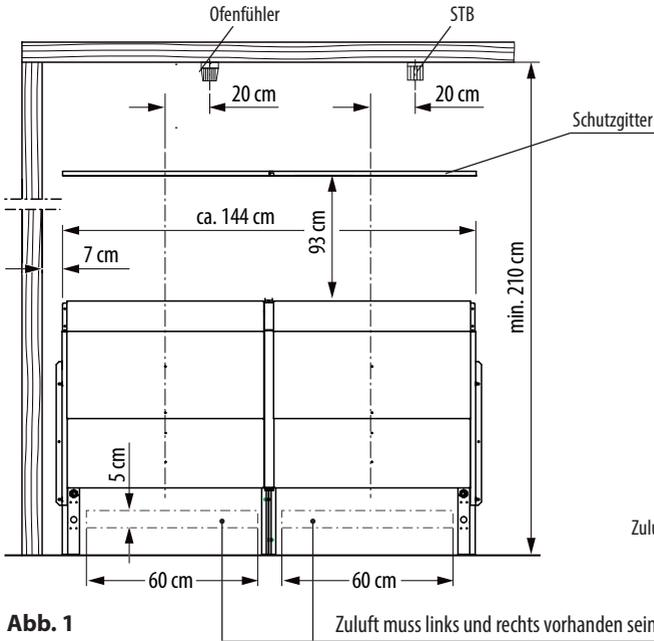

Abb. 1
Mindestmaß der Be- und Entlüftung	2x 60 x 5 cm (Abb. 1)
Die Mindesthöhe der Saunakabine muss innen 2,10 m betragen (Abb. 1).
Der Abstand zwischen vorgesezter Holzwand bzw. Liegebank und anderen brennbaren Materialien zum Ofen muss gemäß Abb. 1 + 2 eingehalten werden.
Das mitgelieferte Schutzgitter ist über dem Ofen an der Oberkante der Trennwand zur Saunarückwand zu montieren (Abb. 1+2).
Zusätzlich muss ein Sicherheitstempurbegrenzer (STB) wie in der Abb. 1+2 montiert werden.
Positionieren Sie nun den kompletten Saunaofen passend zu den Zuluftöffnungen (Abb. 1) an der vorgesehenen Montagewand. Sichern Sie den Ofen nun mit den mitgelieferten Spanplattenschrauben (4) an den beiden Seitenteilen links und rechts, sowie an dem Sicherungswinkel oben in der Mitte.
Wenn der Saunaofen an der Montagewand befestigt ist und die Aufgussrinnen montiert sind, können Sie die Schachtwand zur Innenseite der Kabine montieren. Achten Sie hier unbedingt auf die Mindestabstände gemäß Abb. 1+2.
Achten Sie auf die korrekte Installation des Schutzgitters über dem Saunaofen, gemäß Abb.1+2. Beachten Sie die Sicherheitsabstände. **Brandgefahr!**